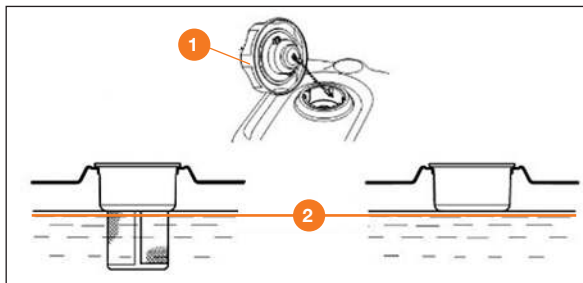

Рис. 18
- При низком уровне топлива долейте его до установленного уровня ②. После заправки топливного бака надёжно затяните пробку заправочной горловины ① (Рис. 18).